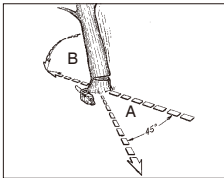

Fig. 11A
⚠ADVARSEL: En rømningsbane (A) bør planlegges og ryddes som nødvendig før kutting startes. Rømningsbanen bør strekke bakover og diagonalt til baksiden av det forventede fallområdet, som illustrert i Fig. 11A.
⚠ADVARSEL: Etter hvert som hovedskåret kommer nært til hengelsen, bør treet begynne å falle. Når treet begynner å falle, må du fjerne saken fra skåret, stoppe motoren, sette ned motorsagen, og forlate område langs rømningsbanen (Fig. 11A).